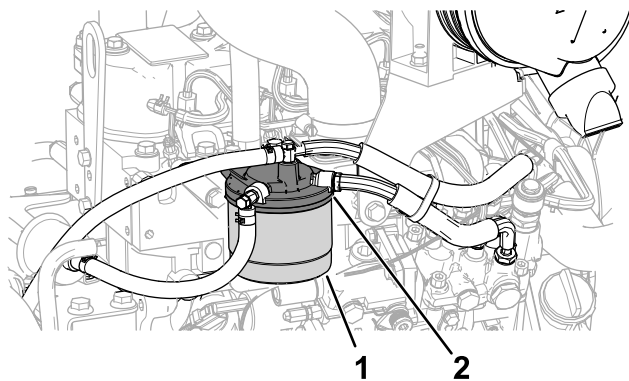

Bild 57
1. Reinigen Sie den Bereich um den Kraftstofffilterkopf (Bild 57).
2. Entfernen Sie den Filter und reinigen die Kontaktfläche (**Bild 57**).